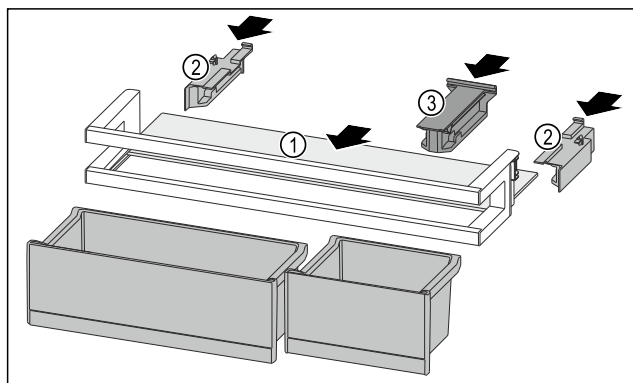

Fig. 278
- ▶ Wsunąć półkę Fig. 278 (1) w boczne wycięcia.
- ▶ Włożyć elementy boczne Fig. 278 (2).
- ▶ Włożyć element trzymający Fig. 278 (3).